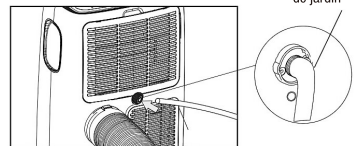

Fig.28
Vidange en continu (Fig.28).
3. Raccordez le tuyau d'évacuation (1/2" ou 12,7 mm, non fourni) (Fig.28).